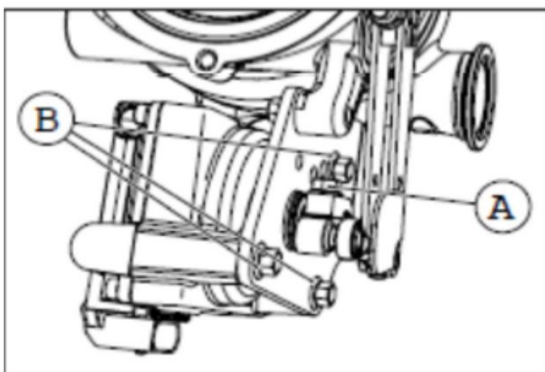

Рис. 2
2.1.3 Выкрутить 3 винта (В) крепления актуатора к кронштейну (А), рис.2